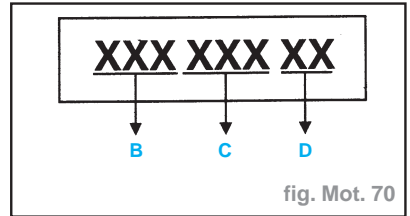

fig. Mot. 70
- Détail du marquage (fig. Mot. 70) :
- les repères (B) et (C) servent uniquement pour le fournisseur
- le repère (D) sert pour l'identification des arbres à cames :